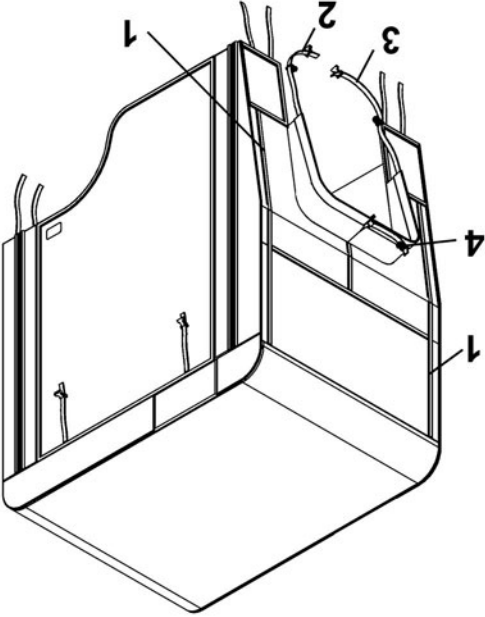
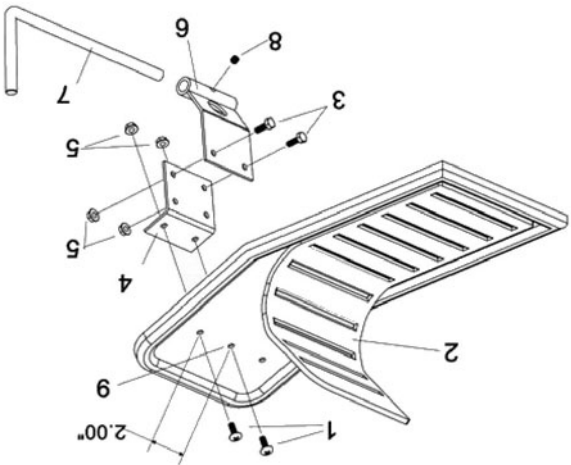

Figure 5
Figure 3
Le devant de la cabine à été conçu avec une ouverture qui permet d'accéder sous le capot. Attacher les courroies (fig.5, items 2 & 3) en les passant dans les trous des supports avant (fig.3, item 6). Ajuster les boucles et les attacher ensemble.
Lorsque l'endroit a été déterminé, percer deux trous 9/32" dans chaque repose-pieds. Si nécessaire, décrocher et lever les lisières de caoutchouc sur les repose-pieds. Installer les plaques d'attache avant (fig.3, item 4) sous les repose-pieds en utilisant deux vis mécanique 1/4 x 3/4" (item 1) et écrou à bride (item 5). Serrer fermement.
**NOTE:** Sur certains modèles de tracteurs, la plaque d'attache (item 4) n'est pas requise. Boulonner simplement le support avant (item 6) directement sur le rebord avant du repose-pied après avoir percé les trous de 9/32".